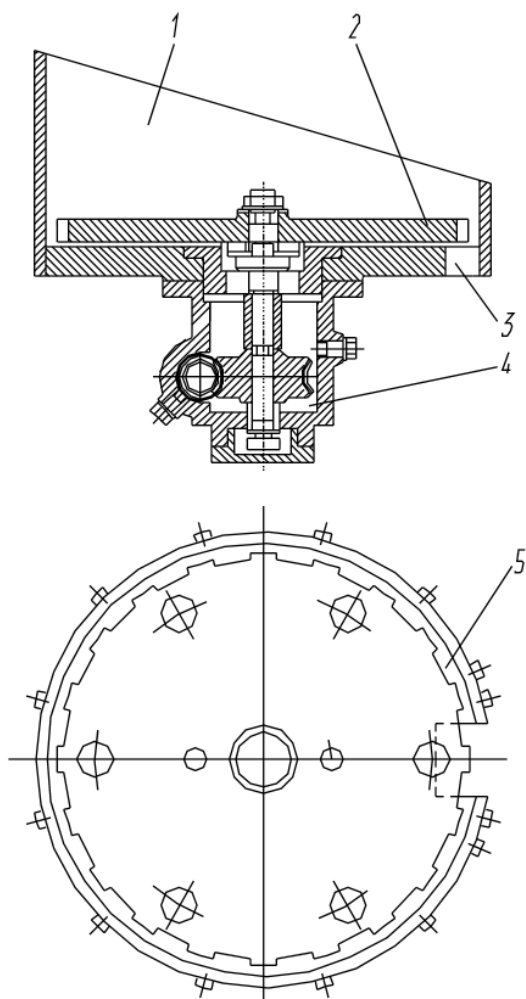

Рис.2. Дискное бункерное загрузочное устройство:
1. Подробно ознакомиться с конструкцией БЗУ и принципом их действия (рис. 2).